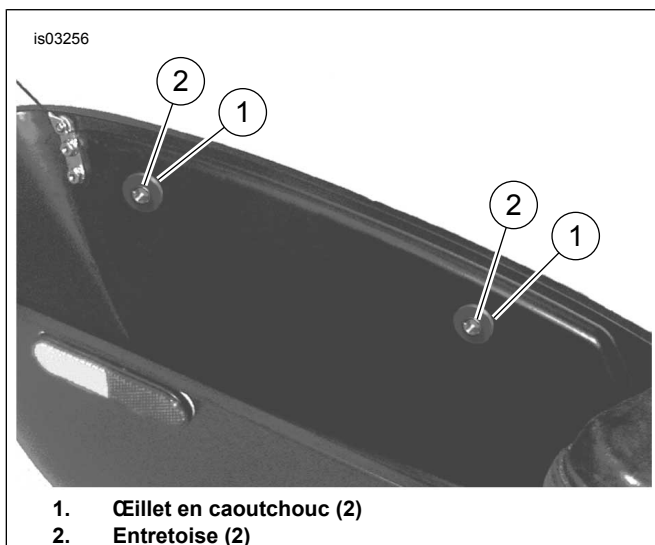
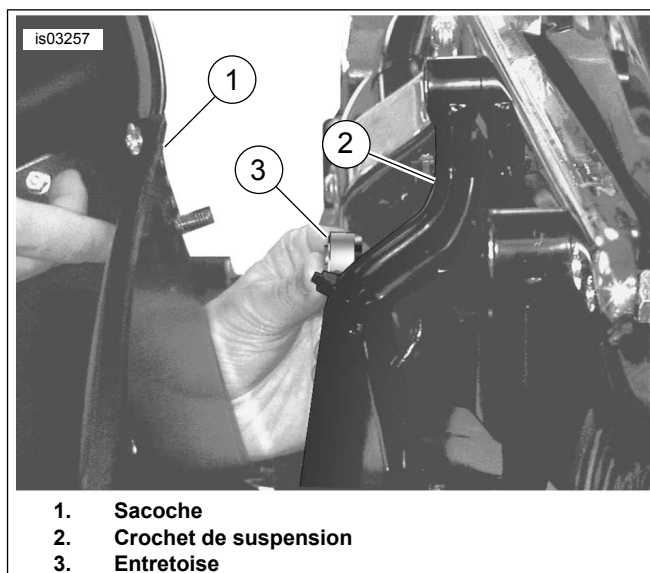

Figure 13. Installer les œillets et les entretoises
Figure 14. Installer l'entretoise
1. Voir Figure 13. Installer les œillets en caoutchouc (1) dans les trous à l'intérieur de la sacoche.
2. Installer l'entretoise (2) dans chacun des œillets.
3. Voir Figure 14. Soulever la sacoche (1) vers le crochet de suspension (2) et placer l'entretoise (3) entre la sacoche et le crochet de support.